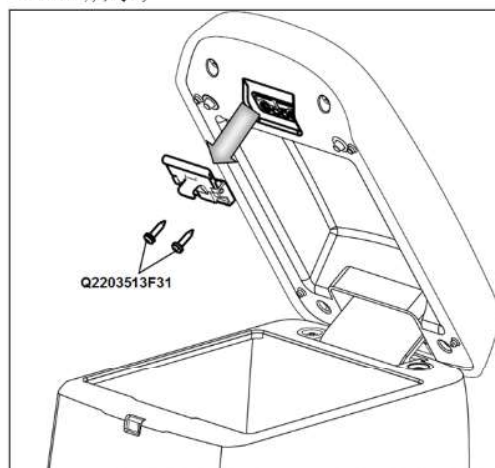

图 1.6.18 中央置物盒弹簧开关机构小总成的拆卸
- 打开扶手至直立状态; 用十字螺丝刀依次松开固定开关机构的两个螺钉 (Q2203513T1F31十字槽盘头自攻螺钉和平垫圈组合件), 将开关机构取下。如图1.6.18所示;